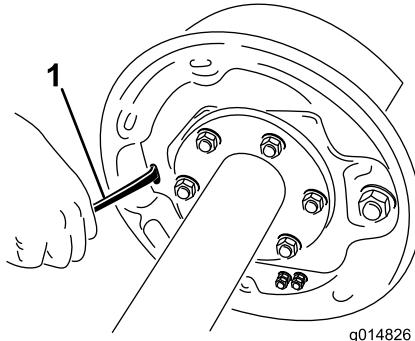

图51
4. 用螺丝刀转动调整装置组件的星形轮以扩展刹车片（图51）。